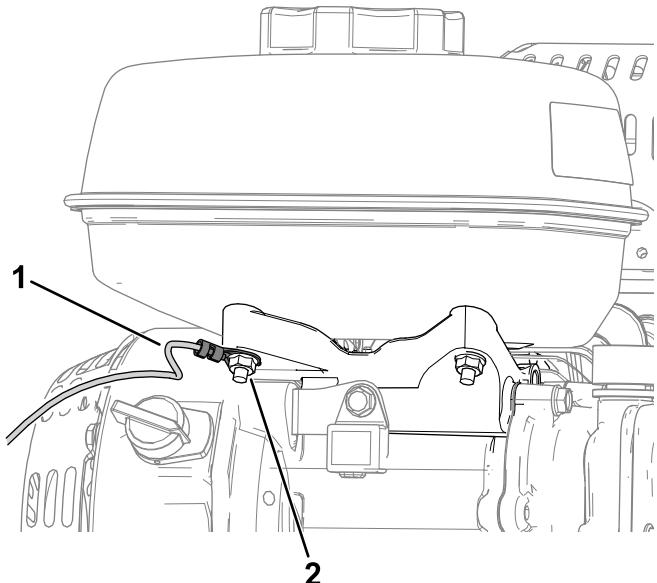

Figura 3
- Conecte el cable de tierra (terminal de anillo) al motor con la tuerca existente debajo del depósito de combustible (Figura 3).